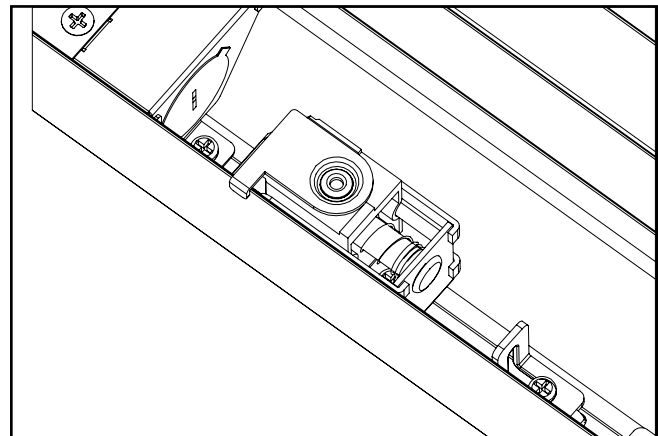

Figure 11.
7. Assurez-vous que tous les loquets sont réinitialisés comme ci-dessous, puis posez le luminaire dans la grille en T. Voir les figures 11 et 12.